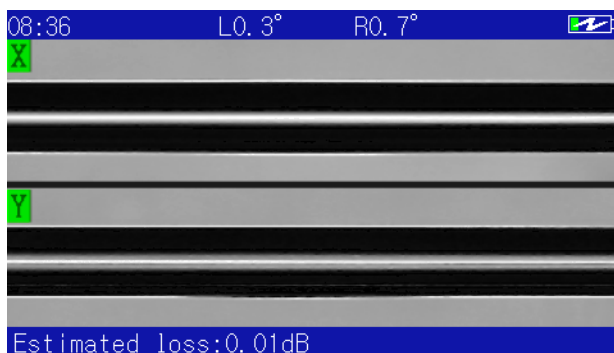

Рис.7-5 Оценка потерь
- д) Нажмите  для завершения сращивания и оценки потерь при сращивании, как показано на рис. 7-5 и 7-6.